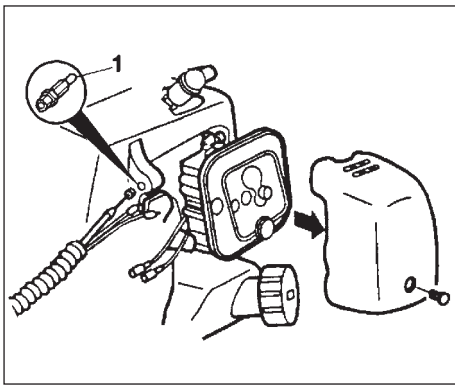

Рис. 1-4
Снять крышку воздухоочистителя. (Рис. 1-4)
Установить внешний приёмник (1) (при наличии) в направляющую провода и поместить дроссельный провод во внешний приёмник. (Рис. 1-4)